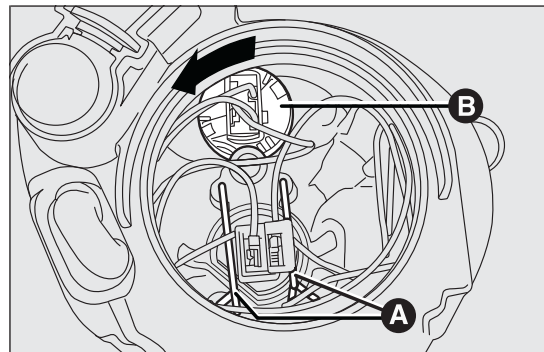

fig. 130
- libérer les deux agrafes de maintien de l'ampoule A fig. 130 ;
- tourner la douille B fig. 130 dans le sens inverse des aiguilles d'une montre et l'extraire ;